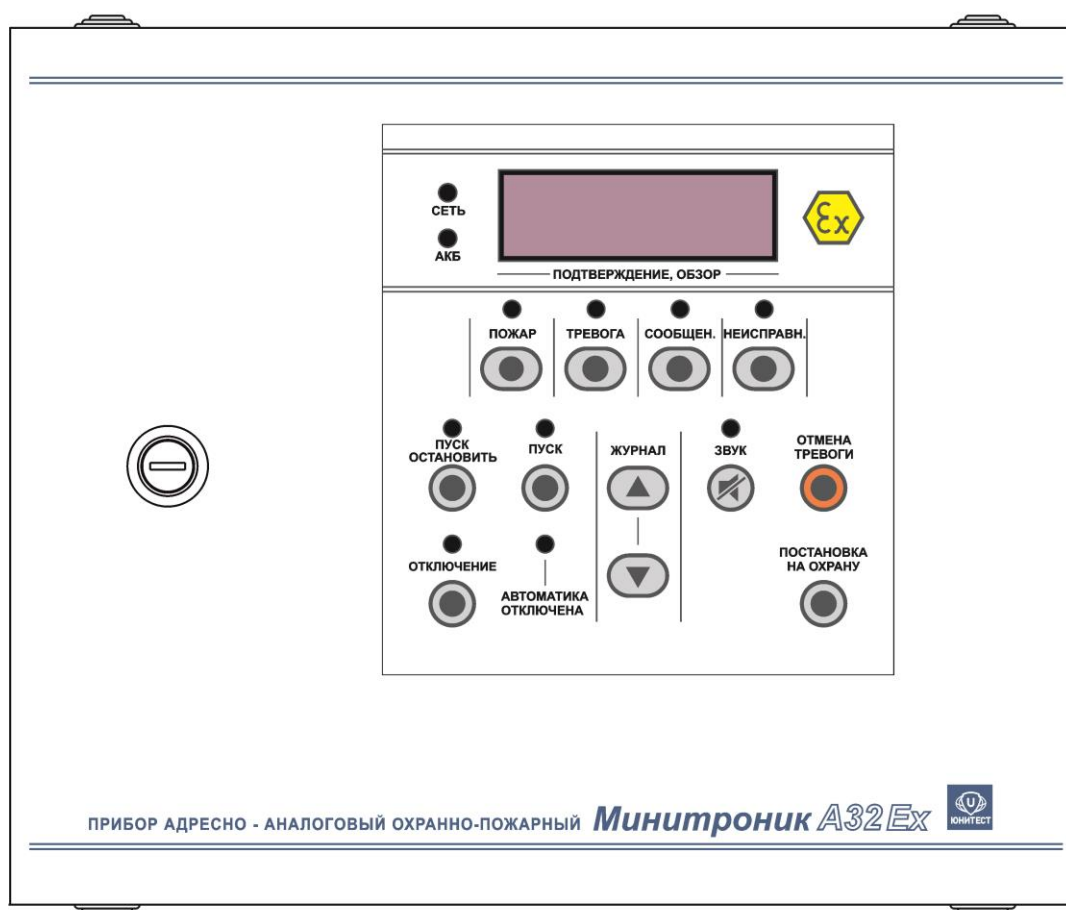

Рис.1. Внешний вид АПКП «Минитроник А32.Ех».
1.10. Внешний вид АПКП показан на рис.1. ВПУ в точности повторяет лицевую панель АПКП.